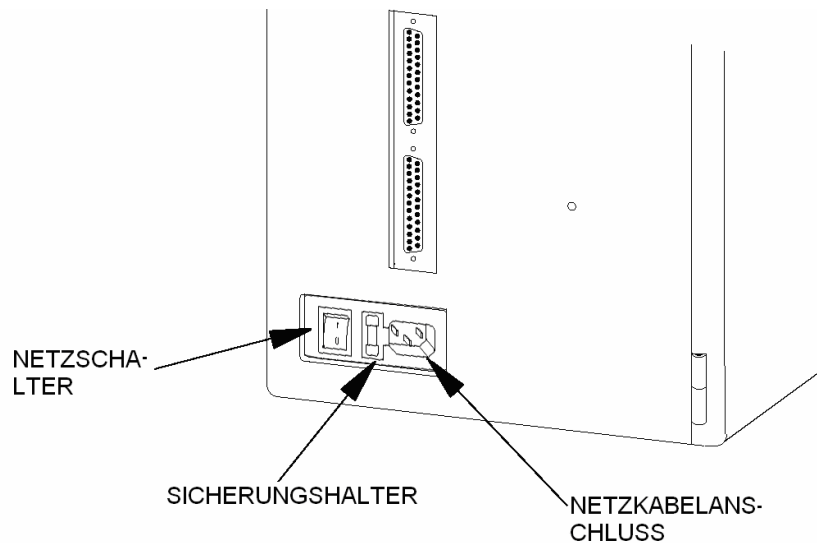

Abbildung 3-1. Position des Netzschalters und des Netzkabelanschlusses
1. Um den Drucker einzuschalten, zunächst den schwarzen Netzschalter auf der Druckerrückseite ausfindig machen. Der Schalter befindet sich neben dem Sicherungshalter und dem Netzkabelanschluss (Abbildung 3-1). Den Netzschalter auf I (EIN) stellen.